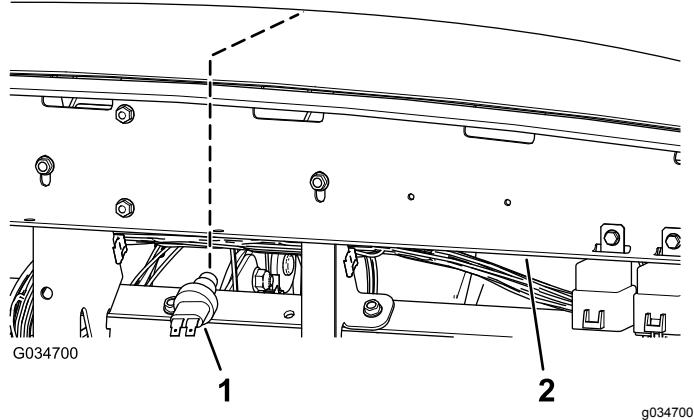

图 5
2. 把手伸到仪表板支架下方将喇叭开关装入开口 图 5。
- 把手伸到仪表板支架下方将喇叭开关装入开口 图 5。